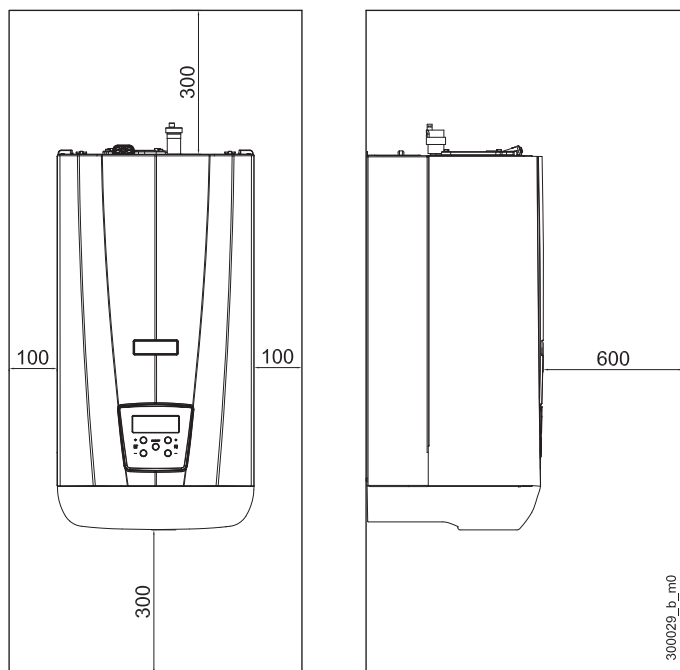

Figura 5-1 - Distanze minime di rispetto
**ATTENZIONE!!!** Sia per l'installazione che per la manutenzione, è necessario lasciare degli spazi liberi attorno all'apparecchio. Vedi Figura 5-1.
**ATTENZIONE!!!** L'apparecchio può essere installato su pareti in legno, mantenendo le distanze indicate in Figura 5-1.
Verificare la Figura 5-1 per quanto concerne le distanze minime di rispetto per l'installazione e la futura manutenzione.